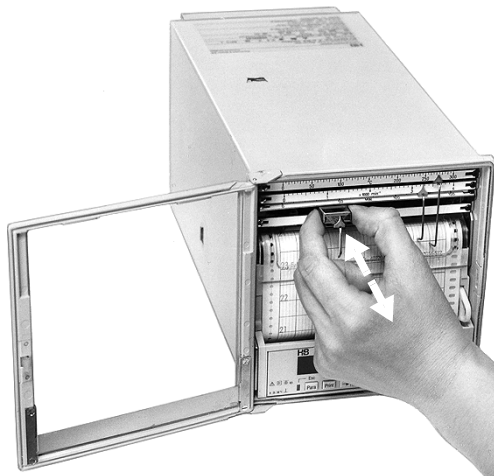

Bild 11 Faserschreibensatz einsetzen, entnehmen
3. Faserschreibensatz in den Schreibschlitten einsetzen (siehe Bild 11).
1. Faserschreibensatz aus dem Schreibschlitten herausziehen (siehe Bild 11).